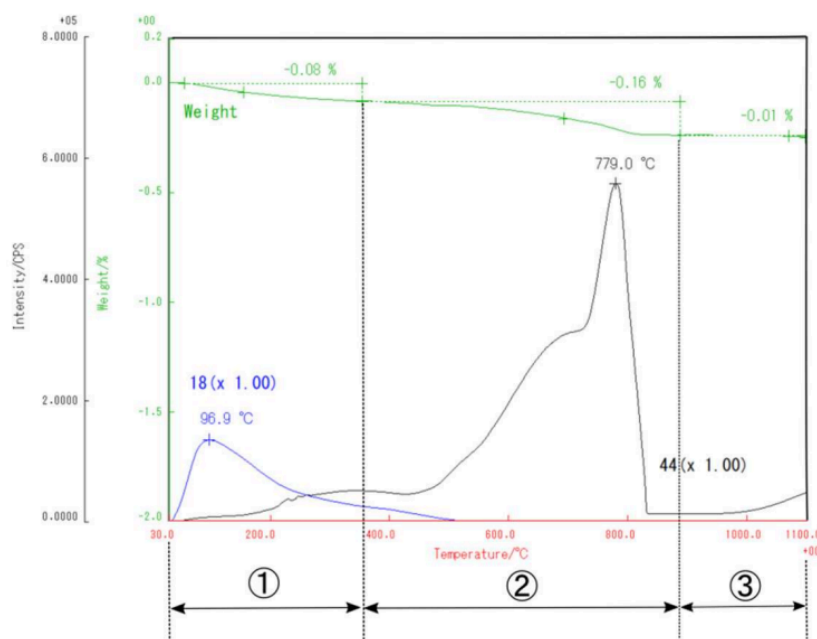
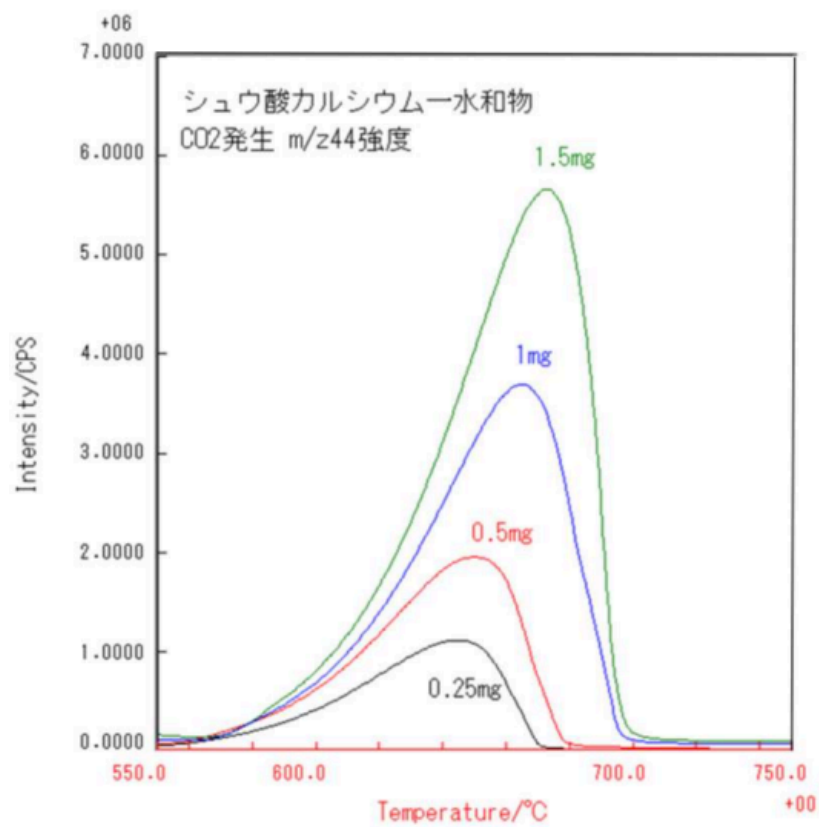

図1 チタン酸バリウムのTG及び発生ガスの温度プロファイル
図2 シュウ酸カルシウム一水和物、CO₂発生温度プロファイル
図1にTG及びCO₂（m/z44、黒線）及びH₂O（m/z18、青線）のイオンクロマトグラムを示しました。500℃以下ではH₂OとCO₂が、500℃以上ではCO₂が発生していることがわかりました。次に各減量に対応するCO₂発生量の定量を試みました。シュウ酸カルシウム一水和物を加熱した際の脱炭酸時のシグナル強度を図2に、そこから作成した検量線を図3に示しました。検量線は非常に良い線形性があることがわかり、これを使用して、チタン酸バリウムからのCO₂発生量を温度範囲①：0.01%、②：0.13%、③：0.01%というように定量することができました。